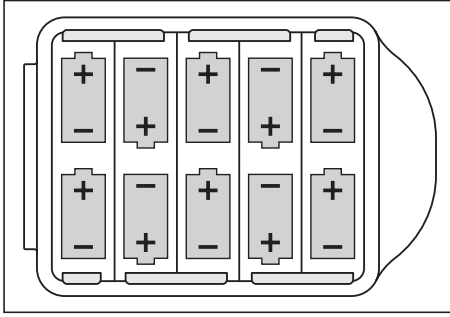

Fig. 20: Changement des piles du générateur – Polarité des piles
3. Introduisez les nouvelles piles. Veillez à respecter la polarité (fig. 20).